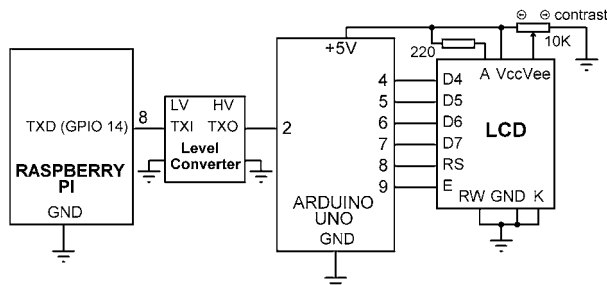
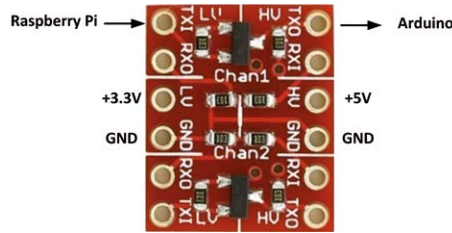
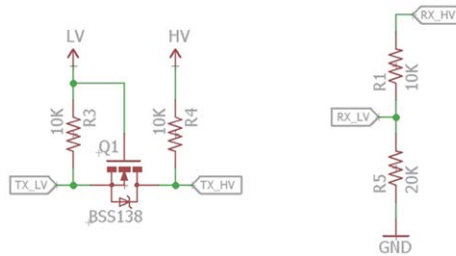

Figure 11.28 Schéma du projet
Figure 11.29 Module de convertisseur de niveau logique
Figure 11.30 Schéma du convertisseur de niveau logique
Schéma de circuit : La figure 11.28 montre le schéma du projet. La broche de sortie série du Raspberry Pi est connectée à la broche 3 de l'Arduino Uno, où cette broche est configurée comme entrée série. Un écran LCD parallèle compatible avec le HD44780 standard est connecté à l'Arduino Uno comme indiqué dans la figure. La sortie HAUTE tension d'une broche Raspberry Pi est maximum +3.3V et cela ne suffit pas pour piloter l'entrée de l'Arduino Uno. Un module de convertisseur de niveau logique (figure 11.29) est utilisé pour augmenter le niveau de tension de sortie du Raspberry Pi à +5V. Comme le montre la figure 11.30, celui utilisé dans ce projet est un module à 2 canaux. Un transistor MOSFET est utilisé pour convertir +3.3V en +5V, et un circuit de division de potentiel résistif est utilisé pour convertir de +5V en +3.3V.
- Construisez votre circuit comme indiqué dans la figure 11.28, allumez l'Arduino Uno. Vous devriez voir la température et l'humidité affichées sur l'écran LCD comme indiqué dans la figure 11.34